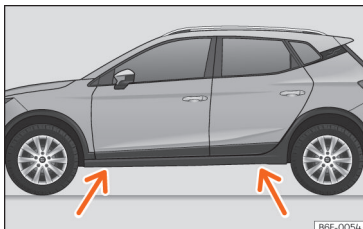

Abb. 198 Aufnahmepunkte für den Wagenheber.
- Suchen Sie am Längsträger die Markierung des Wagenheberaufnahmeortes (Eindrückung), die dem zu wechselnden Rad am nächsten liegt » » » [Abb. 198].